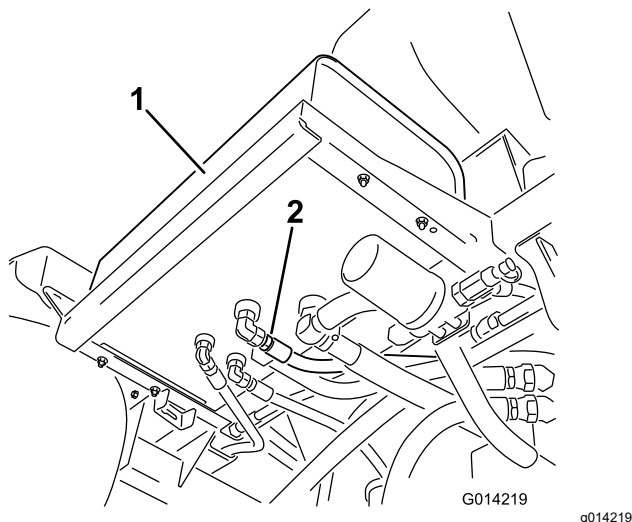

Figura 106
2. Curățați zona din jurul fittingului pentru furtunul hidraulic din partea inferioară a rezervorului de lichid hidraulic (Figura 106).
4. Îndepărtați fittingul pentru furtun de la nivelul rezervorului, permițând lichidului să se scurgă în tavă (Figura 106).